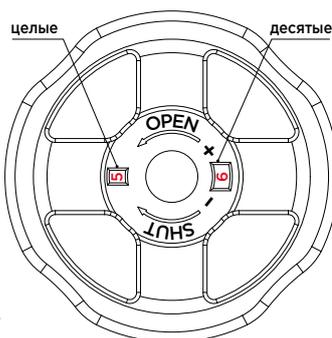

рис. 7
- Откройте клапан до заданного значения, в качестве примера значение индикатора показывает 5,6 (см. рис. 7).